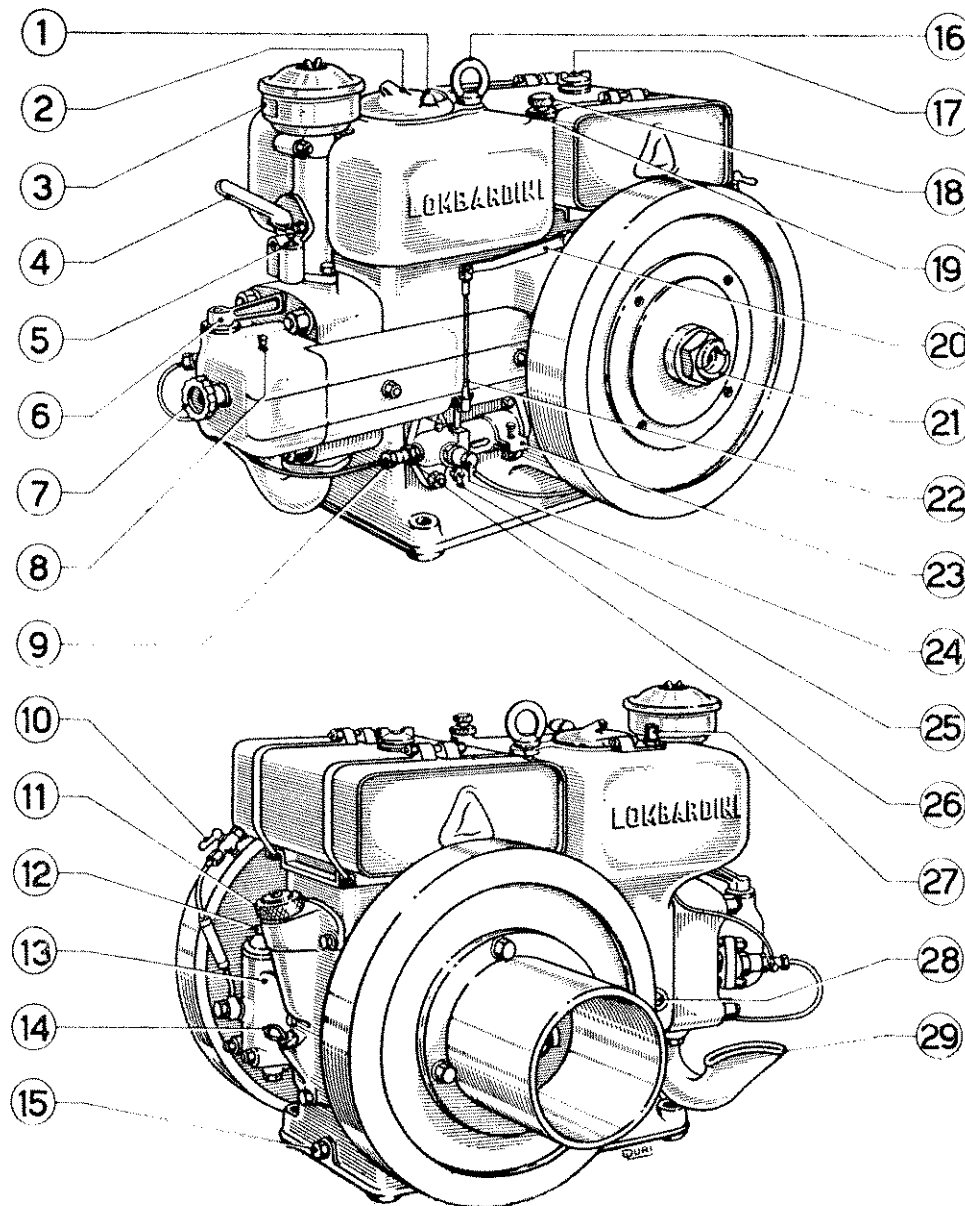

fig. 10
**ARRESTO DEL MOTORE** (fig. 10)
a) Scaricare l'acqua del motore svitando il tappo 28) (Fig. 10).